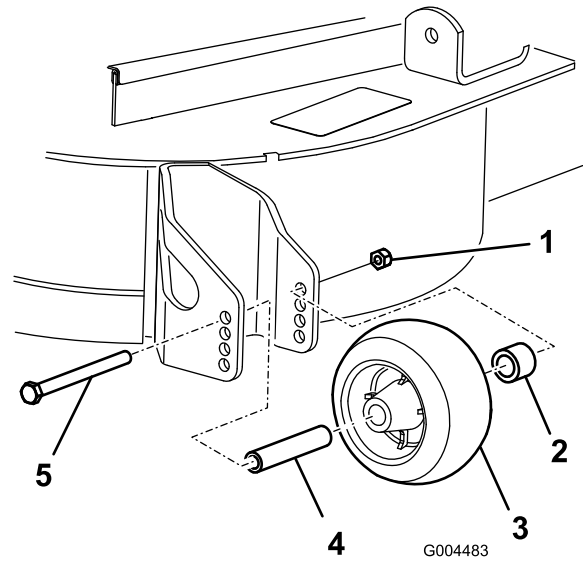

Bild 22
- Nach dem Einstellen der Schnitthöhe sollten Sie die Rollen einstellen. Nehmen Sie die Bundmutter, die Büchse, das Distanzstück und die Schraube ab (Bild 22).
Hinweis: Ziehen Sie sie auf 54-61 Nm an (Bild 22).